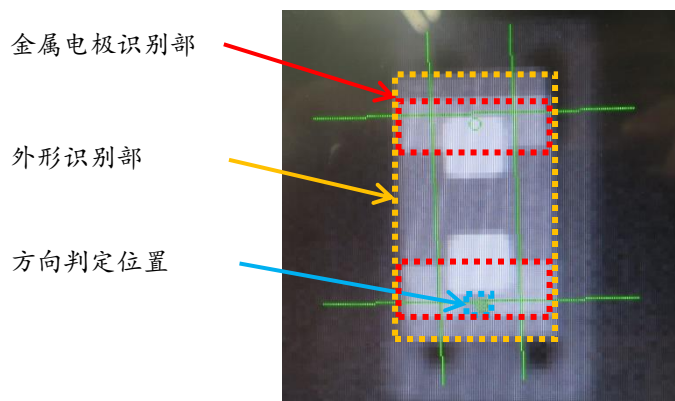

图17. LED识别方法
- 3) 在判定LED朝向时应该将判定位置设为负极缺口处（图17  处），通过此处亮度差确定金属电极朝向。